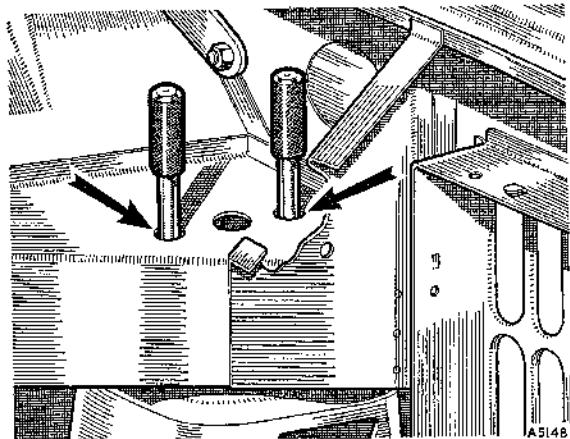

Fig. R. 6
Insertar los cuatro pasadores (12) a través de los agujeros de la carrocería y dentro de los agujeros que hay en las superficies superiores del bastidor de verificación delantero. Verificar la relación de los agujeros de la carrocería con la espiga lisa de los pasadores de verificación. La posición ideal es cuando cada uno de los agujeros de la carrocería se halla concéntrico con la espiga de su pasador de verificación (ver Fig. R.6). Ajustar la carrocería en la plantilla hasta conseguir esta posición o aproximarse lo más posible a ella.